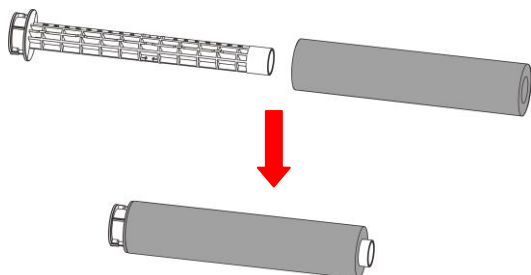

图 8-1
2. 将碳带套入供应端的碳带适配管中，作为碳带供应轴。(图 8-1)